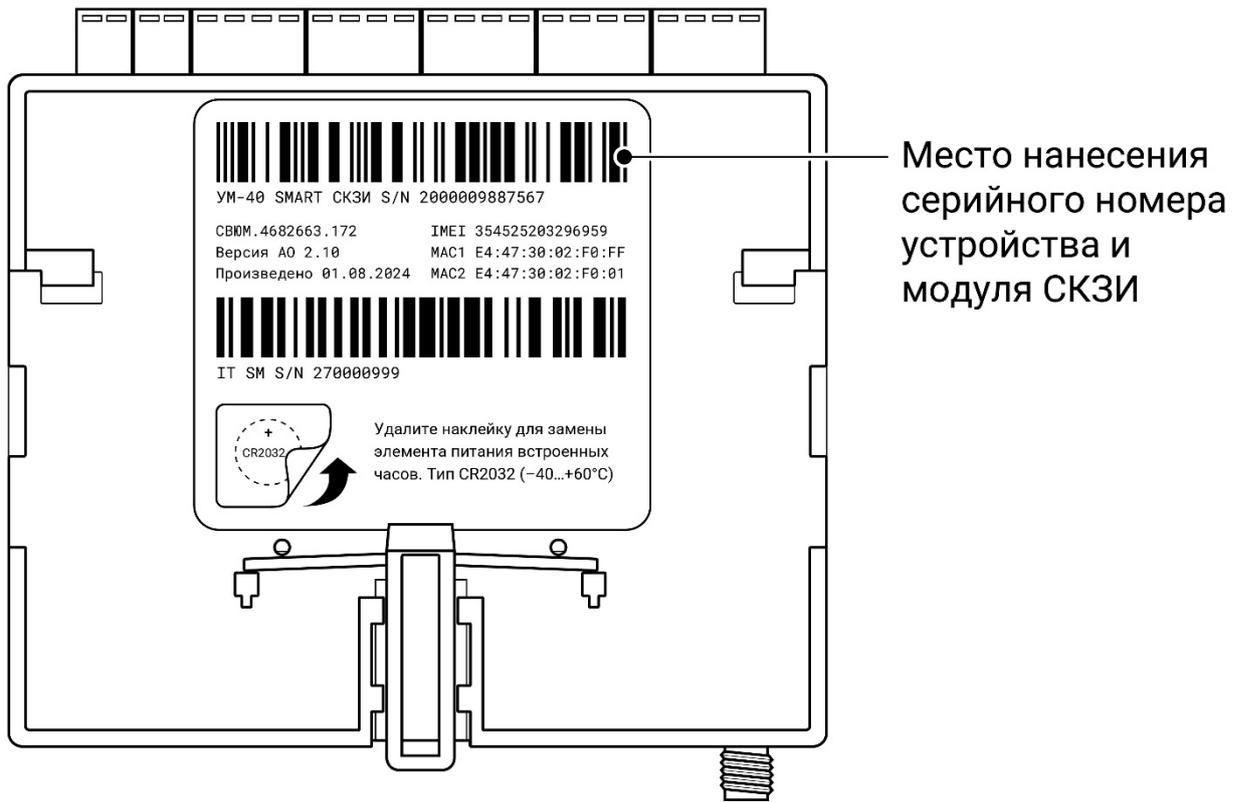

Рисунок 4 – Задняя сторона УМ
- отклеить наклейку на задней стороне УМ (см. рисунок 4);
Также для маркировки используется наклейка, расположенная на задней стороне корпуса (см. рисунок 4) содержащая следующую информацию:
- 2) установить УМ и блок питания на DIN-рейке, совместив пазы на задней крышке с DIN-рейкой (см. рисунок 4);